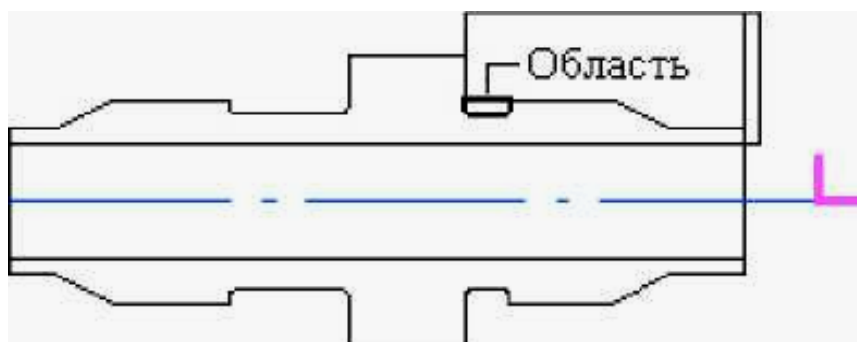

Рисунок 3.9 – Схема створення «ТО Точить/Область»
4. Натисніть кнопку «Добавить» і вкажіть контур, що визначає межі області (рис. 3.9).